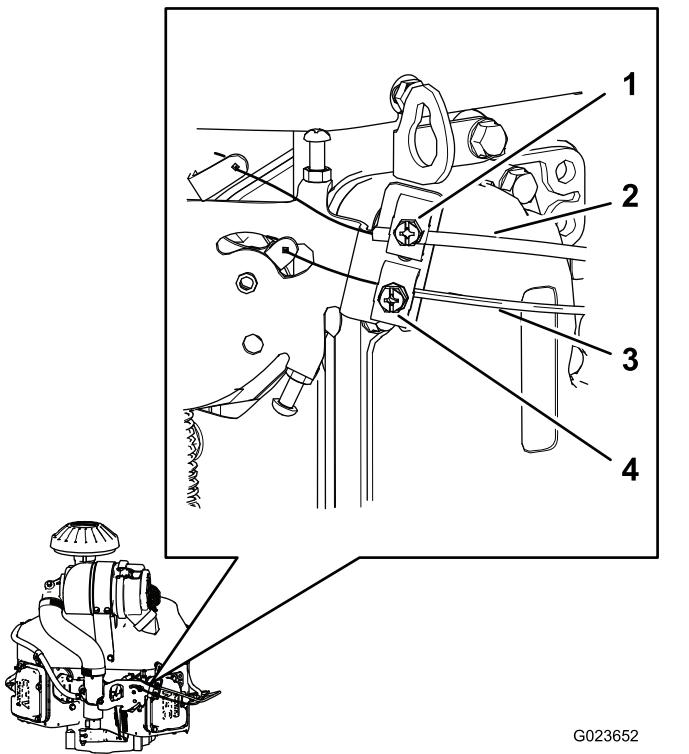

Figura 65
2. Allentate la vite del serrafile che fissa la sede del cavo dell'acceleratore al motore (Figura 65).
4. Sollevate la sede del cavo dell'acceleratore (Figura 65) in modo da eliminare quasi completamente l'imbando del cavo dell'acceleratore, quindi serrate la vite del serrafile.
2. Allentate la vite del serrafile che fissa la sede del cavo dello starter al motore (Figura 65).
5. Sollevate la sede del cavo dello starter Figura 65 in modo da eliminare quasi completamente l'imbando del cavo dell'acceleratore, quindi serrate la vite del serrafile.